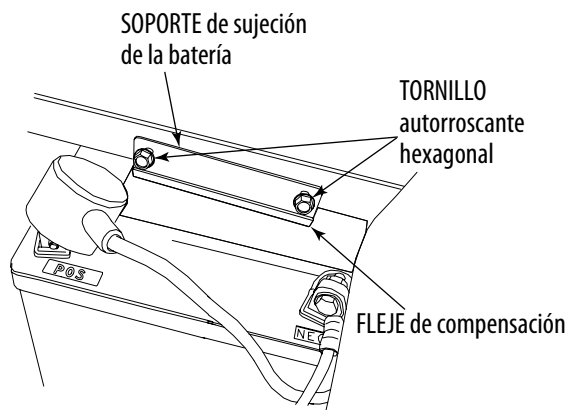

Figura 7-1
- Quite los dos tornillos autorroscantes del soporte de sujeción de la batería y retire el soporte. Preste atención para no perder el fleje de compensación de la base del soporte. Vea la Figura 7-1.